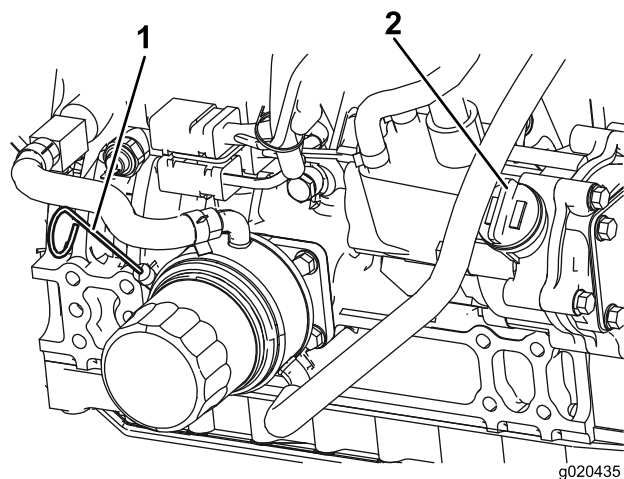

Figura 59
3. Togliete l'asta di livello, pulitela strofinandola, rimettetela nel tubo ed estraetela di nuovo. Il livello dell'olio deve essere tra la tacca "Full" (pieno) e quella "Add" (aggiunta) (Figura 59).
4. Se il livello dell'olio è basso, rimuovete il tappo di riempimento (Figura 59) e aggiungete olio fino a quando il livello non è compreso tra la tacca "Full" (pieno) e quella "Add" (aggiunta). **Non riempite troppo.**